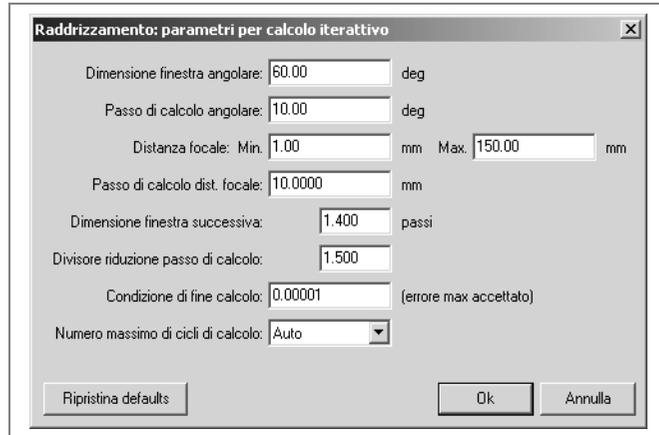

Figura 14
4. premere il pulsante PARAMETRI: la procedura aprirà una finestra di dialogo intitolata *Raddrizzamento: parametri per calcolo iterativo* (figura 14);
Segue la descrizione dei singoli parametri di calcolo (utilizzare la figura 14 come riferimento visivo):